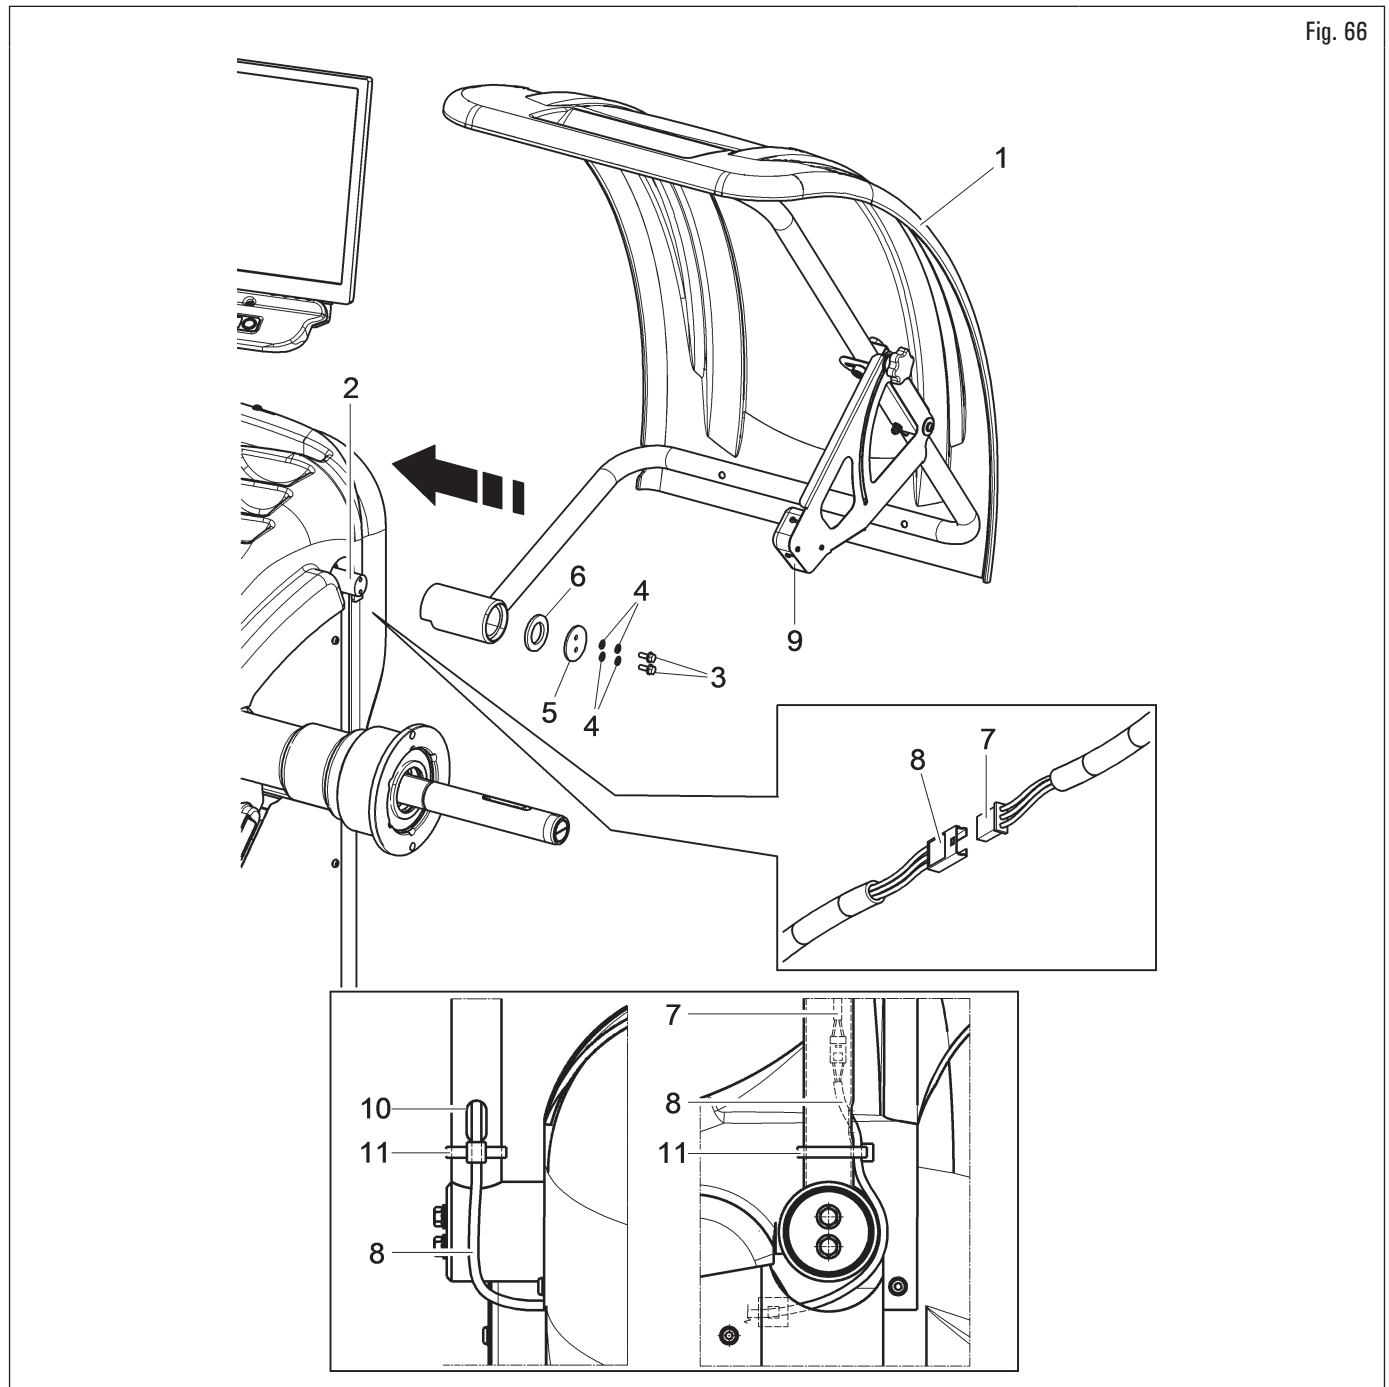

Fig. 66
1. Montar el cárter de protección (Fig. 66 ref. 1) al soporte (Fig. 66 ref. 2) con los tornillos (Fig. 66 ref. 3), interponiendo los resortes de disco (Fig. 66 ref. 4) y las arandelas de seguro (Fig. 66 ref. 5-6);
2. apretar los tornillos (Fig. 66 ref. 3) de manera que el cárter (Fig. 66 ref. 1) se levante y se baje sin chocar contra el final de carrera. Ejecutar el ajuste de manera que sea posible guiar manualmente el cárter tanto durante la apertura como durante el cierre del mandril;
3. conectar el cable (Fig. 66 ref. 7) del sensor de ultrasonidos del conjunto medidor automático anchura (Fig. 66 ref. 9) al conector predispuesto (Fig. 66 ref. 8);
4. al final de la conexión, introducir los conectores en la ranura (Fig. 66 ref. 10) del cárter de protección, como se indica en la Fig. 66. Por último fijar el cable del conector (Fig. 66 ref. 8) con una abrazadera (Fig. 66 ref. 11).